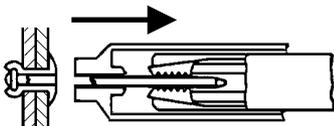

図5-7
- (3) リベットが締結されたら、ハンドルを閉じたままの状態、リベットツールを母材から離してください。(図5-7)